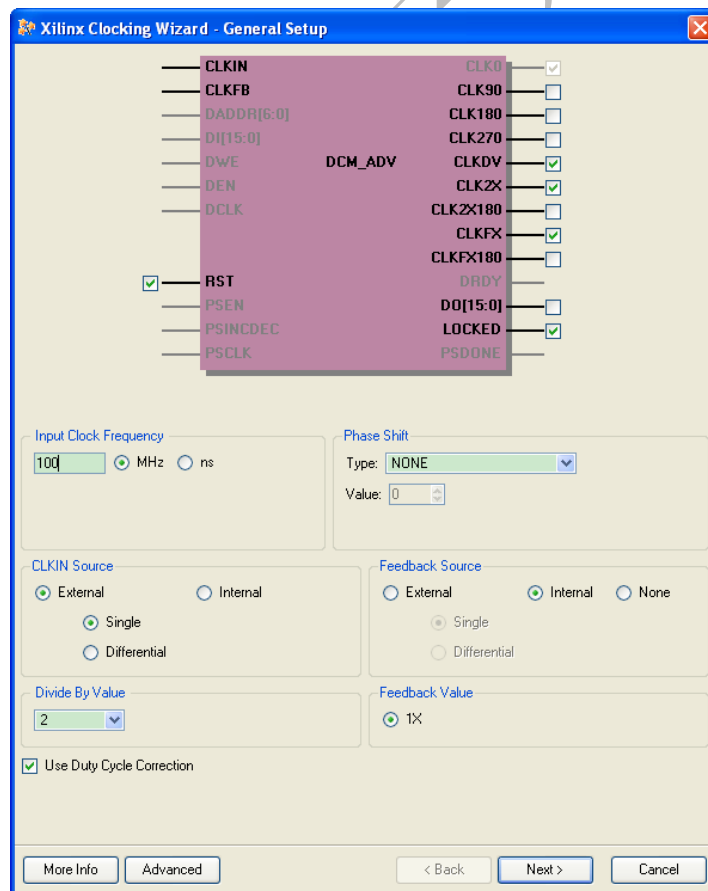

图 2.65 配置 DCM 参数的方法
(1) 如图 2.65 所示，设置输入到 DCM 的时钟为 100MHz，该时钟为输入到 FPGA 的时钟，图中右边的信号为输出信号。